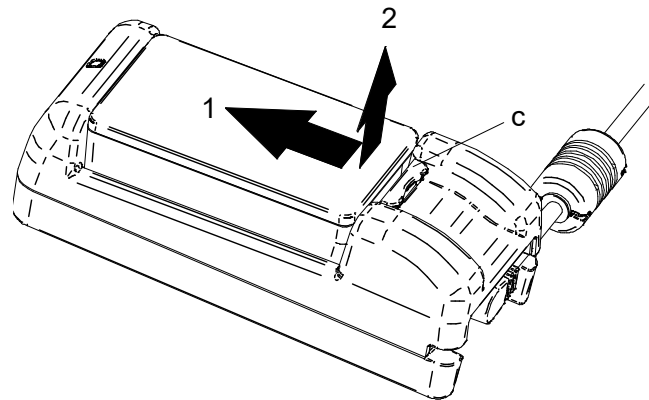

Abbildung 17-7 Entnehmen des Akkupakets aus dem Akkuladegerät
- (3) Stellen Sie sicher, dass das Akkupaket korrekt in das Akkuladegerät eingelegt ist.
- (4) Die LED des Akkuladegeräts wechselt zu orange und daraufhin beginnt der Ladevorgang. Während des Ladevorgangs leuchtet die POWER LED orange. Wenn die LED nicht orange leuchtet, legen Sie das Akkupaket erneut ein. Falls die LED nicht zu orange wechselt, selbst wenn das Akkupaket wieder eingelegt wurde, ergreifen Sie Maßnahmen gemäß der „■Vorgehensweise zur Fehlerbehandlung“.
- (5) Wenn der Ladevorgang abgeschlossen ist, wechselt die LED des Akkuladegeräts zu grün. Drücken Sie den Hebel „c“ des Akkupakets in Richtung von Pfeil 1 in Abbildung 17-7 und entnehmen Sie den Akku, indem Sie ihn in Richtung von Pfeil 2 nach oben ziehen. Das Entnehmen des Akkupakets während des Ladens stellt kein Problem dar. Falls der Fehler beim Einlegen des Akkus oder der Akkufehler während des Ladevorgangs auftritt, beginnt die LED, rot zu blinken. Ergreifen Sie in diesem Fall Maßnahmen gemäß der „■Vorgehensweise zur Fehlerbehandlung“.